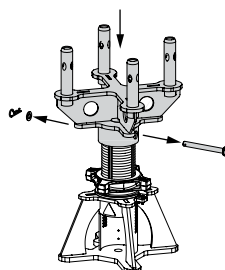

Fig. 23c
2. Estrarre l'inserto a molla (14b) e rimuovere la rondella (14c). (Fig. 23c)
3. Rimuovere il perno di collegamento (14a). Il raccordo UJC (14) scivola verso il basso e il componente sferico (14d) appoggia sul tubo filettato (2). (Fig. 23c)